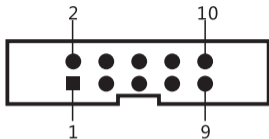

图2-1 IDC10针型串行接口引脚定义
- ▶ IDC10针型串行接口插座的序号如图2-1所示：
RS-485接口机型接口类型为IDC10针型插座，插座引脚序号参见图2-1，各引脚定义与RS-232接口不同，具体引脚定义如下：